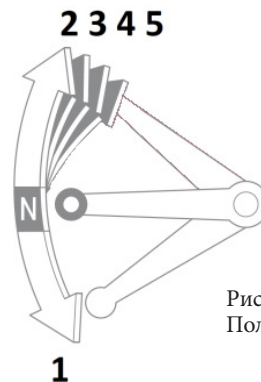

Рисунок 3.4
3. Включите нейтральную передачу (рис. 3.4).
1. Включите нейтральную передачу (рис. 3.4).
Мотоцикл имеет пять передач (рис. 3.4). Рычаг переключения передач 7 (фото 2.1) находится на левой стороне двигателя. Первая передача включается вниз, остальные вверх. Нейтральная передача находится между первой и второй передачами. Пожалуйста, проверьте этикетку на двигателе для определения правильного порядка переключения передач.
3. Нажмите на рычаг переключения передач вниз (рис. 3.4), в положение первой передачи.
5. Набрав скорость, ручкой акселератора 10 закройте дроссельную заслонку, выжмите рычаг сцепления 1 и переместите рычаг переключения передач вверх (рис. 3.4) в положение второй передачи. После включения передачи, постепенно отпускайте рычаг сцепления 1 (фото 2.3) и ручкой акселератора 10 открывайте дроссельную заслонку.